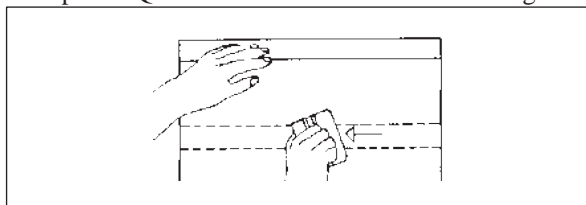

Fig. 21
3. Applicare la grafica lungo la linea dell'adesivo esposto. Questo funzionerà come cerniera. Fig. 21